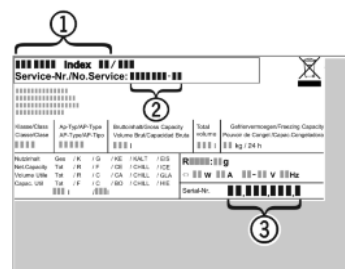

Fig. 14
- ▶ Odczytać z tabliczki znamionowej oznaczenie urządzenia *Fig. 14 (1)*, nr serwisowy *Fig. 14 (2)* oraz numer seryjny *Fig. 14 (3)*. Tabliczka znamionowa znajduje się po lewej stronie wnętrza urządzenia.
- ▶ Poinformować serwis i podać opis zakłócenia, oznaczenie urządzenia *Fig. 14 (1)*, nr serwisowy *Fig. 14 (2)* oraz numer seryjny *Fig. 14 (3)*.